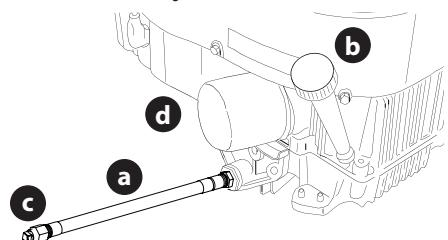

Figura 33
- Ubique la manguera de drenaje de aceite (a) que está en el costado del motor (Figura 33).
- Para recoger el aceite usado, coloque un recipiente adecuado con al menos una capacidad de 2.5 cuartos de galón (2.37 litros) debajo de la abertura de la manguera de drenaje de aceite. Retire el tapón de llenado de aceite/la varilla de nivel de aceite (b) del tubo de llenado (Figura 33).
3. Mientras sostiene el extremo libre de la manguera de drenaje de aceite sobre el recipiente de recolección de aceite, desenrosque el tapón con cabeza cuadrada de la manguera (c) del extremo de la manguera de drenaje de aceite (Figura 33). Drene el aceite del motor dentro del recipiente.
5. Extraiga el filtro de aceite (d) y drene en el recipiente recolector (Figura 33).
6. Vuelva a colocar el filtro de aceite (d) y cargue el motor con aceite nuevo según las instrucciones del Manual del operador del motor (Figura 33).